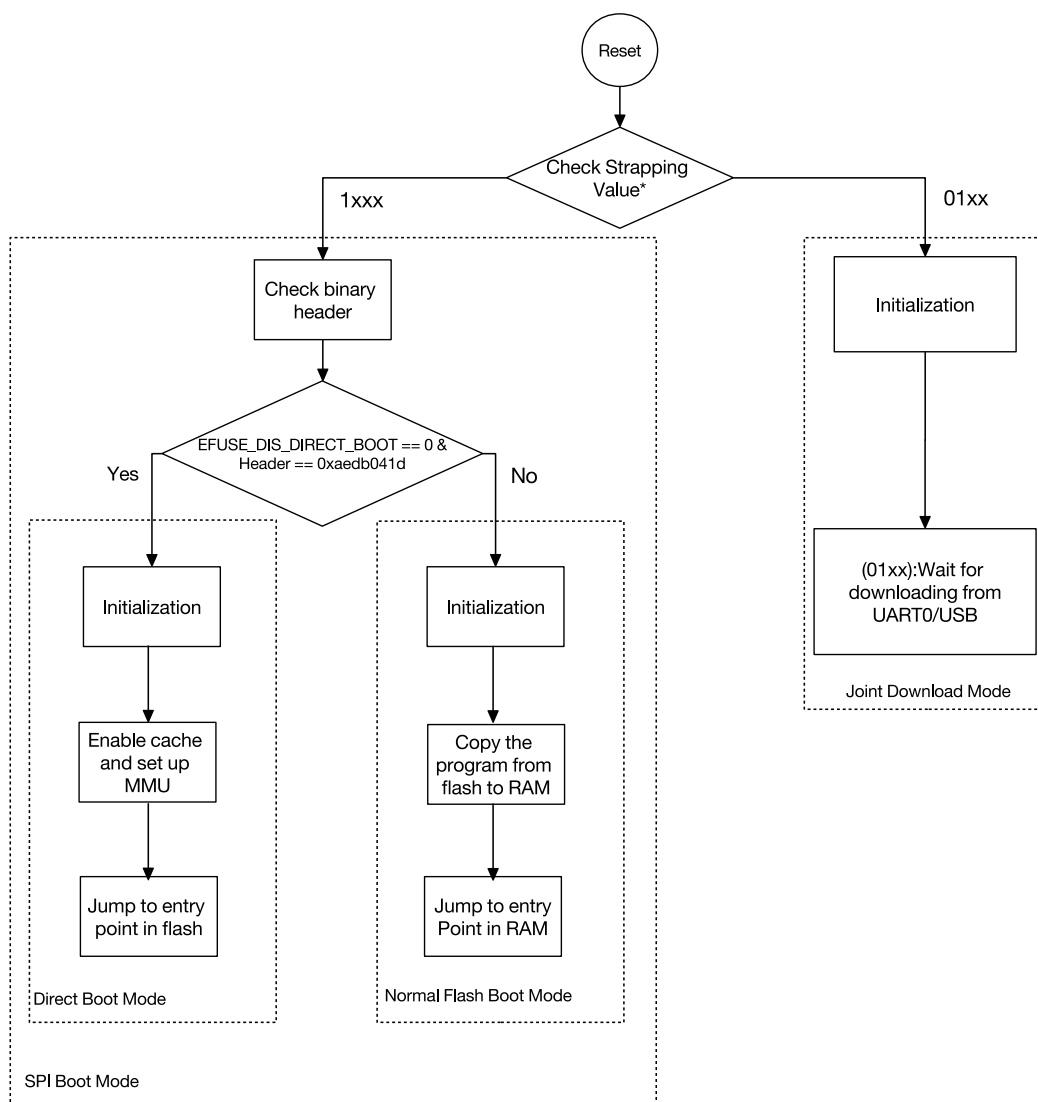

图 6.2-1. 芯片启动流程
- **直接启动方式**：不支持安全启动，程序直接从 flash 中运行。如需使能这一启动方式，请确保下载至 flash 的 bin 文件其前两个字为 0xaedb041d。详细的启动流程，见图 6.2-1。
芯片启动的具体流程见图 6.2-1。